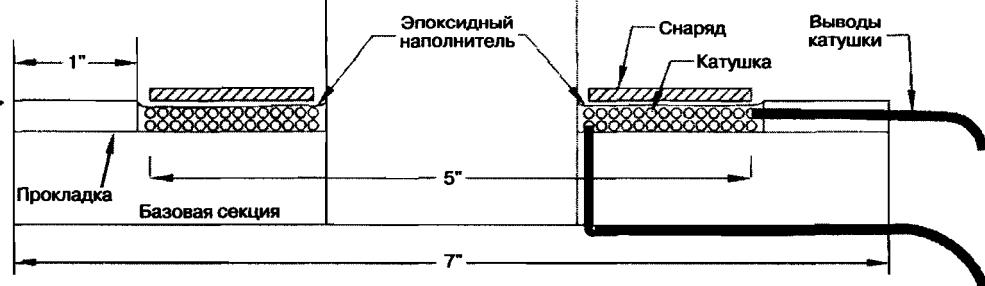
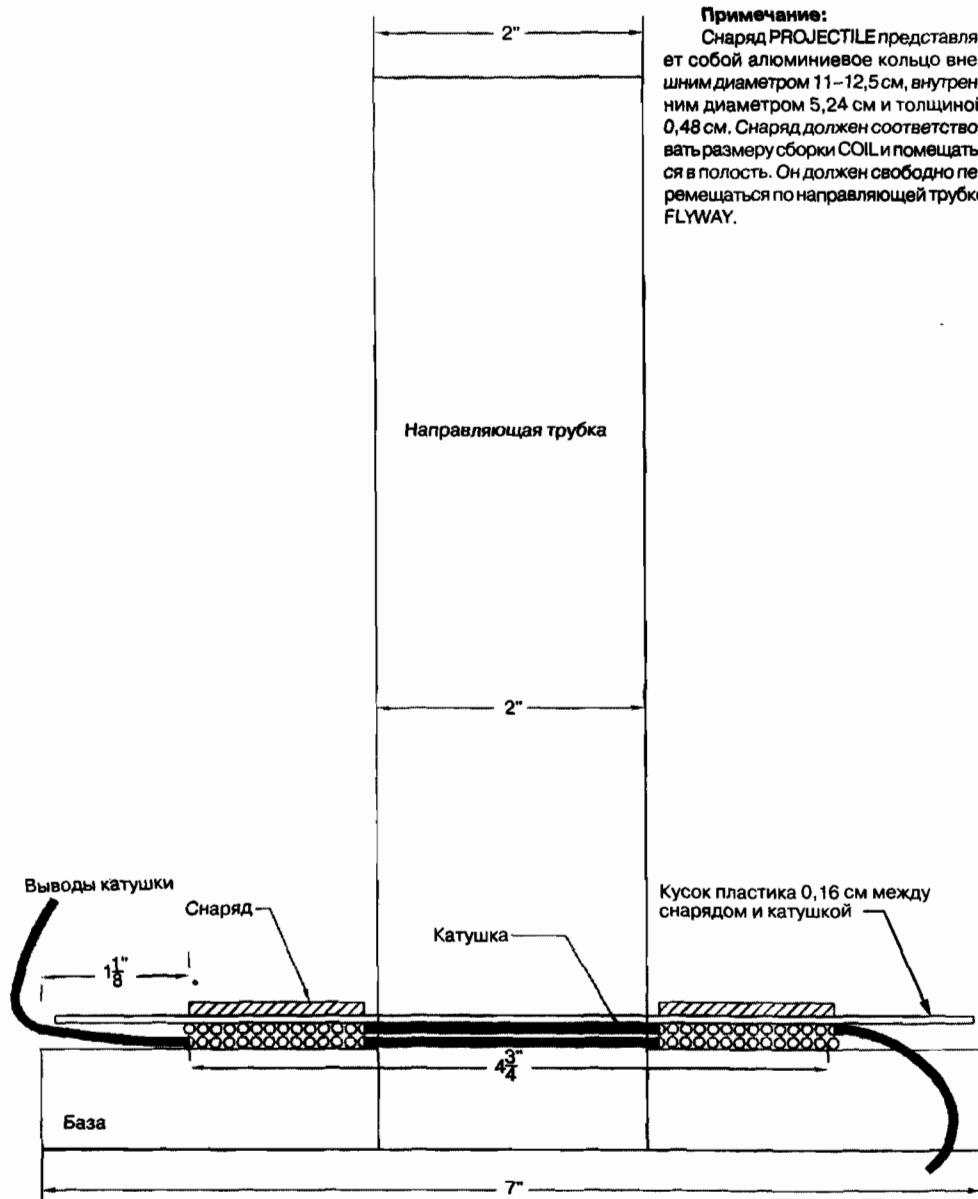

Рис. 4.3. Ускоритель масс с энергией до 2000 Дж
Рис. 4.5. Простой ускоритель для энергии менее 1000 Дж
3. Соберите ускоритель масс, как показано на рис. 4.2. Сборка составных частей ускорителя масс, показанных на рис. 4.3 и 4.4, требует больших усилий, но ускоритель масс такой конструкции может выдержать энергию до 2000 Дж без пробоя. Устройство, представленное на рис. 4.5, проще, но не позволяет превысить 1000 Дж без пробоя.